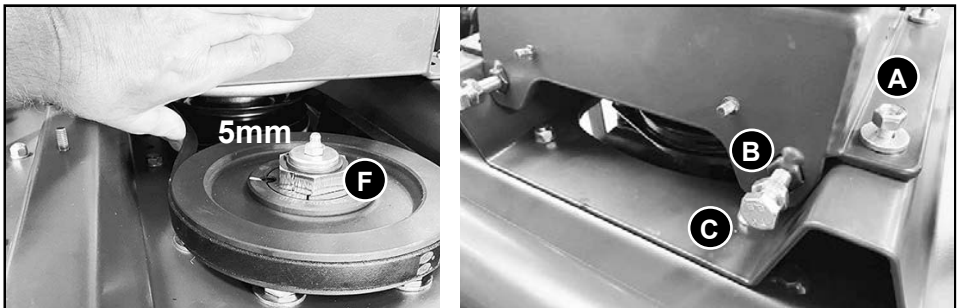
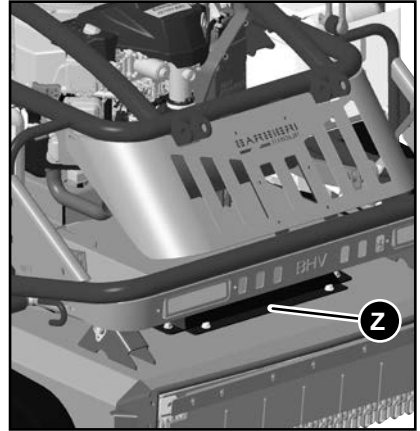

Fig. 29
Fig. 7
Pour régler la tension de la courroie, retirez le couvercle de protection (Fig. 7 (Z)). Contrôlez la tension avec une force de 5 kg sur la courroie : le pli de la courroie avec la force exercée ne doit pas être supérieur à 5 mm. Si nécessaire, réglez la tension de la courroie en suivant les instructions. (Fig. 28).
- Desserrez les écrous (A) du chariot du moteur
- Desserrez le contre-écrou (B)
- Réglez la tension avec le boulon (C)
- Verrouillez la position avec l'écrou (B)
- Fixez le chariot avec les écrous (A)
Si la courroie doit être remplacée, le couvercle en tôle situé sous la plaque de coupe doit être retiré (voir Fig. 29).
Pour dévisser facilement le boulon de fixation de la lame (E) (Fig. 29) retirez le couvercle de la courroie (Z) (Fig.7). Fixez l'écrou (F) (Fig.28) pour empêcher la rotation de la poulie.